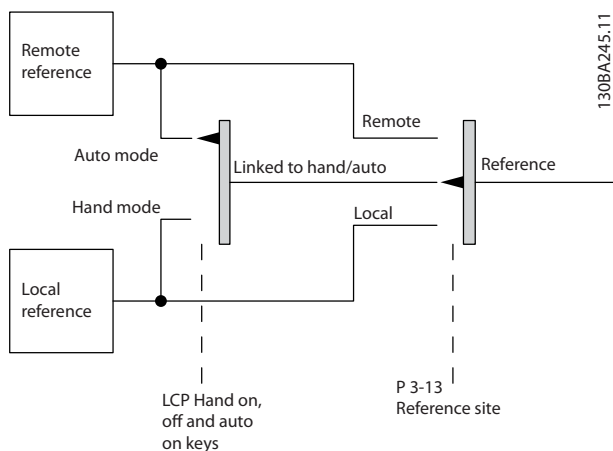

図 2.13 アクティブな速度指令信号
- 図 2.13 はアクティブな速度指令信号を選択（ローカルまたは遠隔）した場合の設定モードを示します。